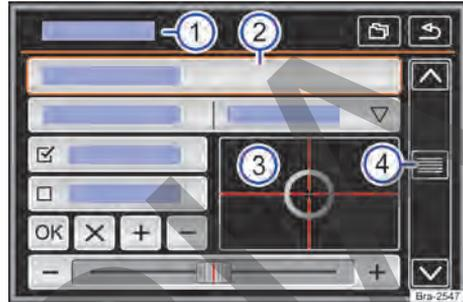

Fig. 109 Representación esquemática: cuadro general de los posibles botones de función en el display.
El equipo está equipado con touchscreen (pantalla táctil) → fig. 109 ②.
Los botones de función inician funciones o abren otros submenús. En submenús se indica, en la línea del título, el menú actualmente seleccionado → fig. 109 ①.